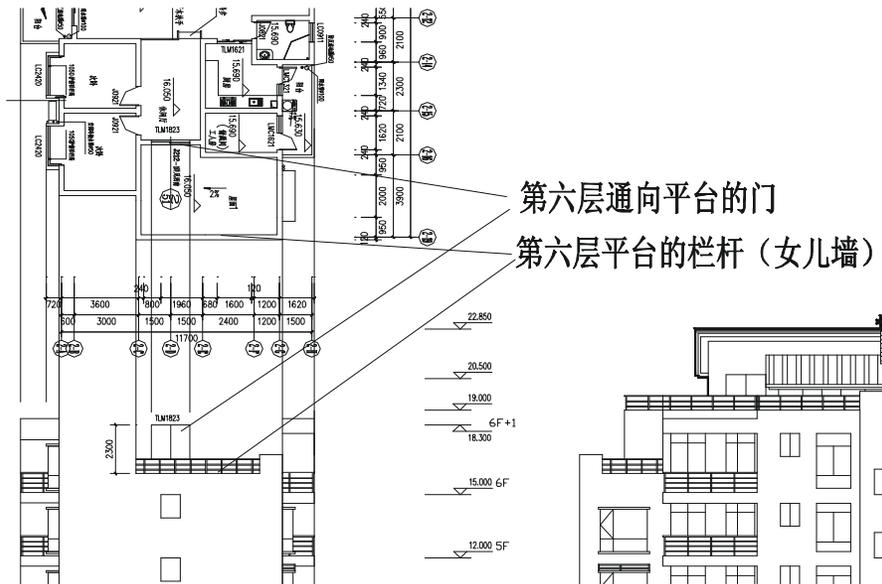

图 12-1-68
**STEP 27** 使用复制命令 COPY 将右边 ②-11—②-1 立面第六层的屋顶平台上的栏杆复制一份放在该侧立面上相应位置，并使用延伸命令 EXTEND (EX) 将其延长，接着使用复制命令 COPY 复制栏杆的柱子，再使用修剪命令 TRIM 对其进行修剪，最后在平台的位置绘制一套高为 2300 的推拉门，如图 12-1-68 所示。